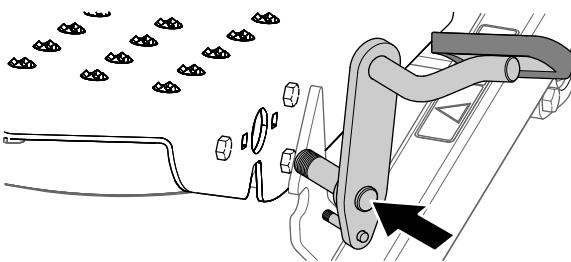

Figura 11
8. Alinhe o pedal de bloqueio com o apoio para o pé esquerdo e os furos no suporte da articulação (Figura 11).